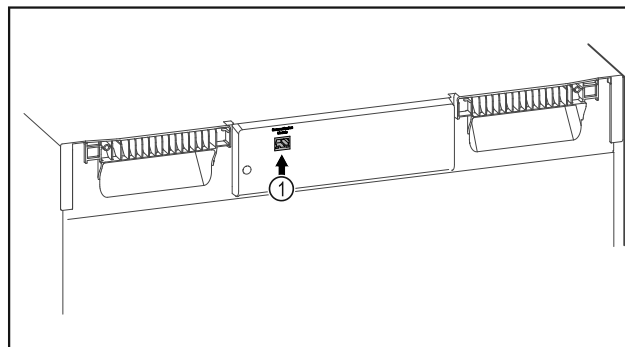

Fig. 107
- SmartModule Fig. 107 (1) er sat i.